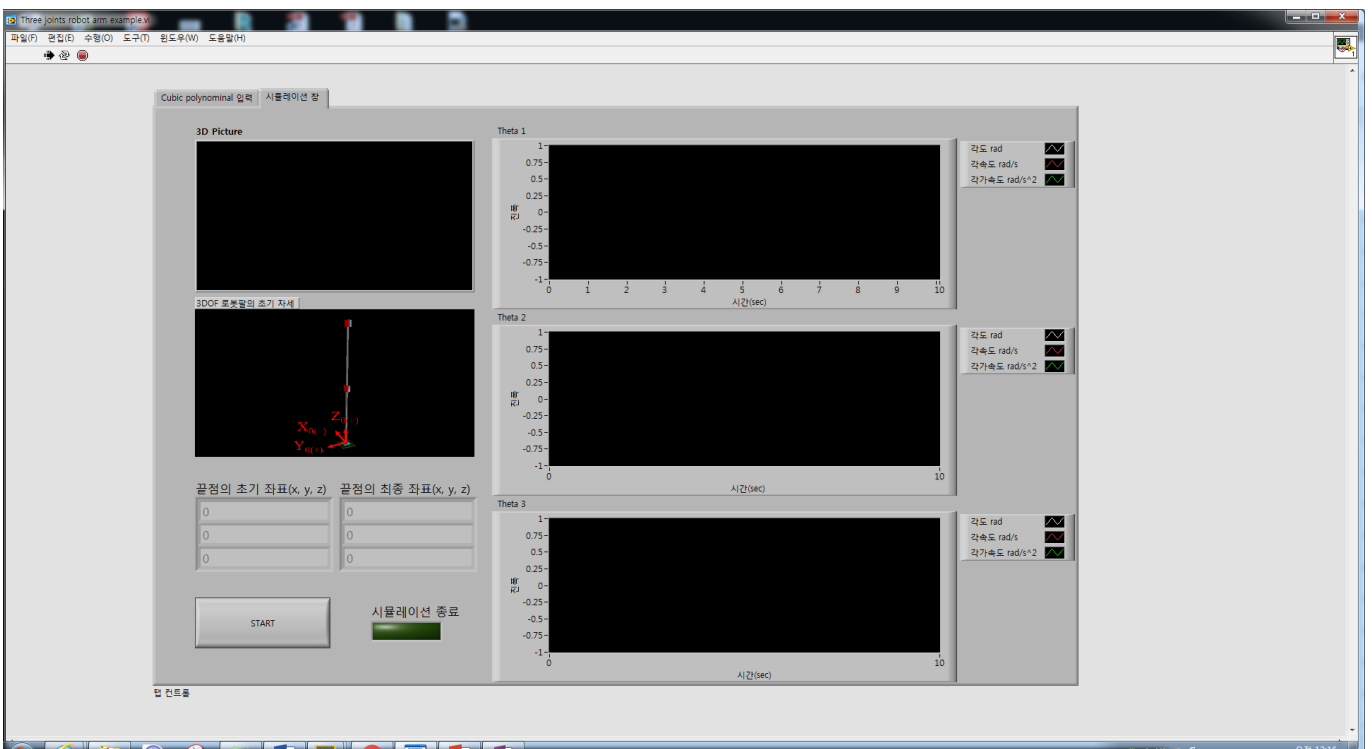

Figure 4
- 2- 다음으로 Figure 4처럼, "시뮬레이션 창"탭을 클릭하고 'START'버튼을 클릭하면 로봇팔의 시뮬레이션이 시작된다.